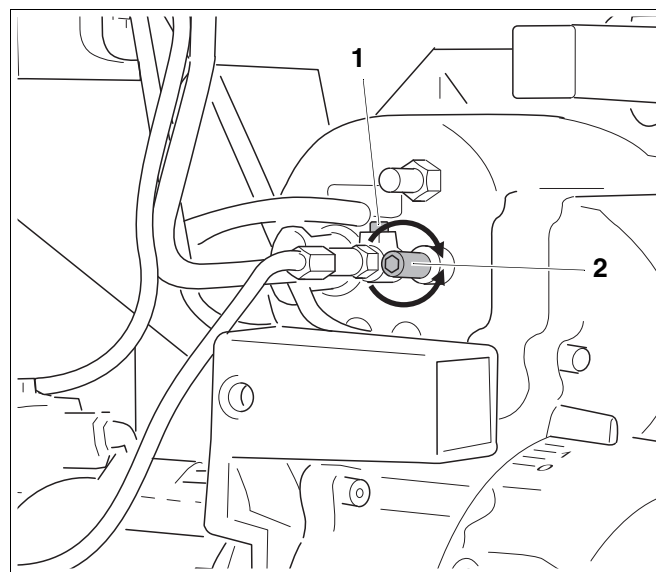

Рис. 18 Регулировка положения распределительного диска
Положение распределительного диска относительно выхода трубы горелки определяется размером Y (см. Рис. 4 "Размеры запального электрода, распределительного диска и дросселя", стр. 8). Положение может быть отрегулировано ходовым винтом (Рис. 18, **поз. 2**):
- Ослабить зажим стержня форсунки (установочным винтом Рис. 18, **поз. 1**).